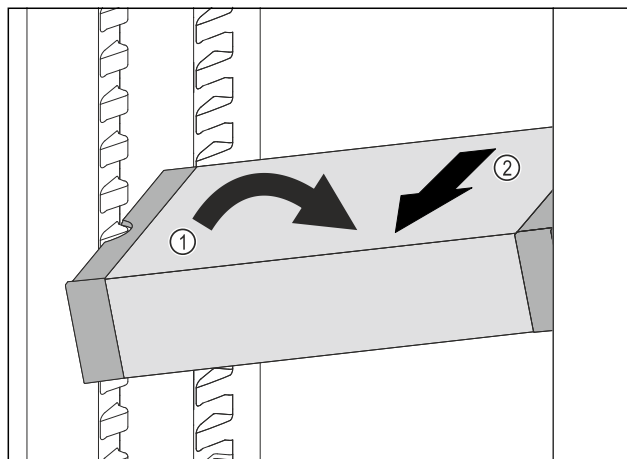

Fig. 249
- VarioSafe ustawić w chłodziarnie pod skosem. Fig. 249 (1)
- VarioSafe wyjąć do przodu. Fig. 249 (2)